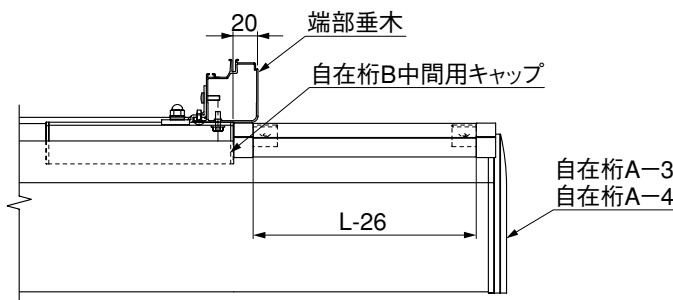

図2-2
- ① 自在桁Bの端部は、図2-2で示すように端部垂木から20mmの位置にくるようにしてください。これより大きくするとネジが当たり、キャップが端部垂木の下に入りません。